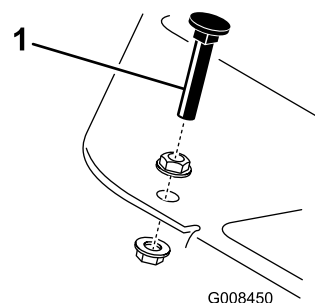

Figure 43
Enfoncez la pédale de déplacement. Si la pédale touche la butée (Figure 43) avant que la tension soit ressentie sur le câble, un réglage est requis.
1. Desserrez les contre-écrous à embase qui fixent la butée de pédale au plancher (Figure 43).